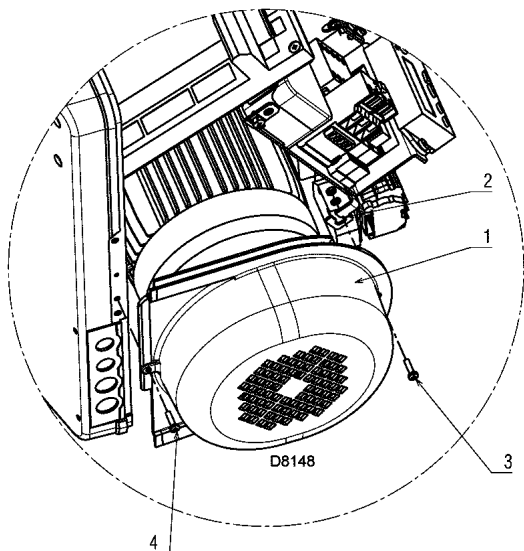

Рис. 11
Прежде чем устанавливать кожух горелки, необходимо закрепить защитное ограждение двигателя, которая входит в комплект поставки (1), на площадке (2), с помощью специальных винтов (3) с гайкой и шайбой. Закрепите площадку на передней панели горелки с помощью винта (4). Смотри рисунок 11.